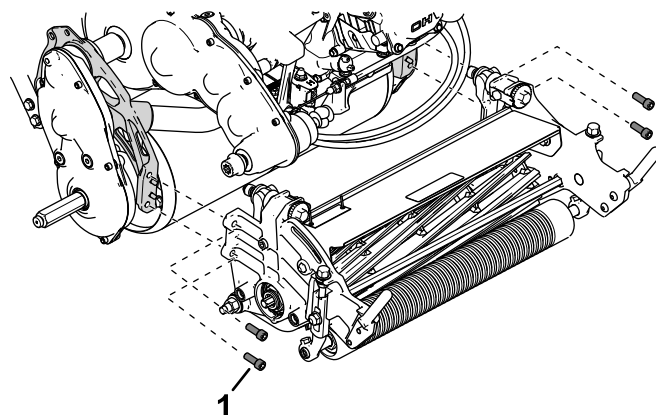

Figura 44
5. Utilice 4 tornillos allen para sujetar la unidad de corte al bastidor (Figura 44).